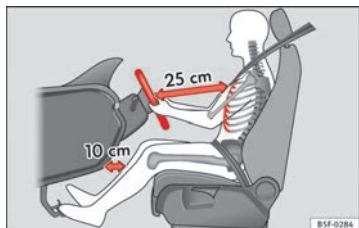

Fig. 1 Distancia correcta entre el conductor y el volante.
- Ajuste el volante de modo que quede una distancia mínima de 25 cm entre el volante y el tórax ⇒ fig. 1.
- Coloque el asiento del conductor de forma que quede una distancia mínima de 25 cm entre el tórax y el centro del volante ⇒ fig. 1. Si la distancia es inferior a los 25 cm, el sistema de airbags no puede protegerle correctamente.